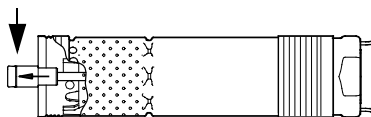

Fig. 5
2. Colocar a bomba na posição indicada na fig. 5.